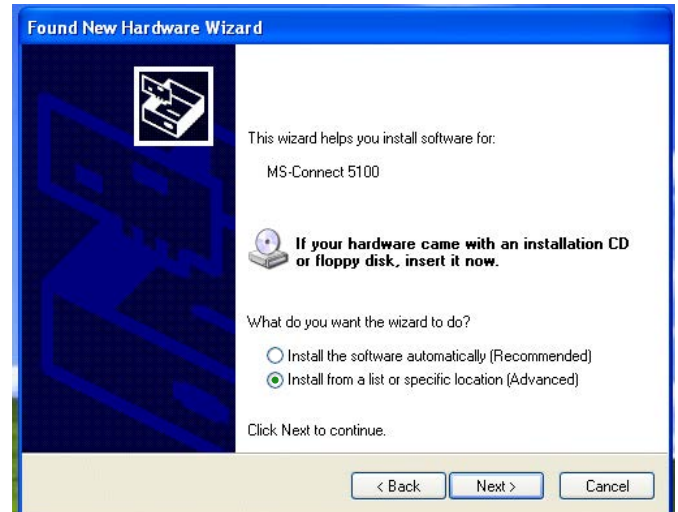

FIG. 15: Cargar software desde una ubicación específica
3. Aparecerá la FIG. 15 en la pantalla. Inserte el CD en la unidad de CDROM del PC. Seleccione "Install the software from a list or specific location" (Instalar el software desde una lista o ubicación específica), luego haga clic en Next (Siguiente). La ubicación del programa es C:\Program Files\Graco\GracoConfig\Device.